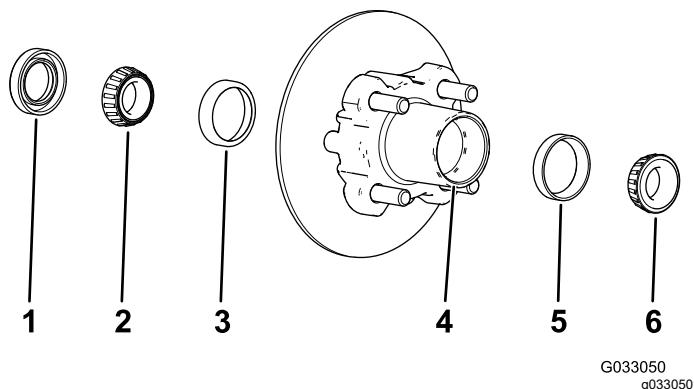

Figure 33
- Déposez le roulement extérieur et la bague de roulement du moyeu (Figure 33).
- Déposez le joint et le roulement intérieur du moyeu (Figure 33).
- Éliminez la graisse, la saleté et les débris déposés à l'intérieur de la cavité du moyeu (Figure 33).
- Remplissez la cavité du moyeu de 50 à 80 % environ avec la graisse spécifiée (Figure 33).
- Assemblez le roulement intérieur sur la bague sur le côté intérieur du moyeu et montez le joint (Figure 33).